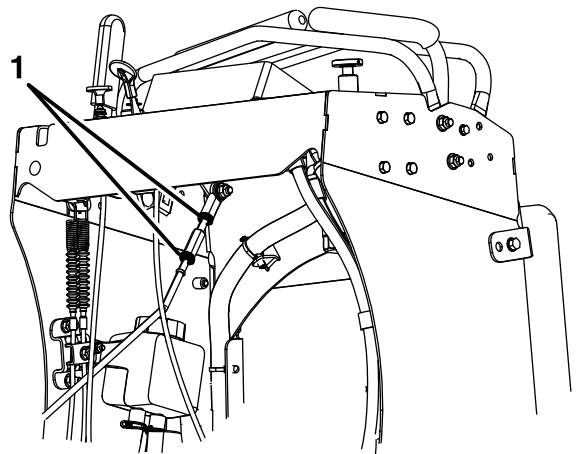

Bild 46
- Lassen Sie die Fahrtriebshebel in die Neutralstellung zurückkehren und lösen Sie die beiden Klemmmuttern am Sechskant-Einstellgestänge (Bild 46).
- Ziehen Sie die Klemmmuttern fest (Bild 46).